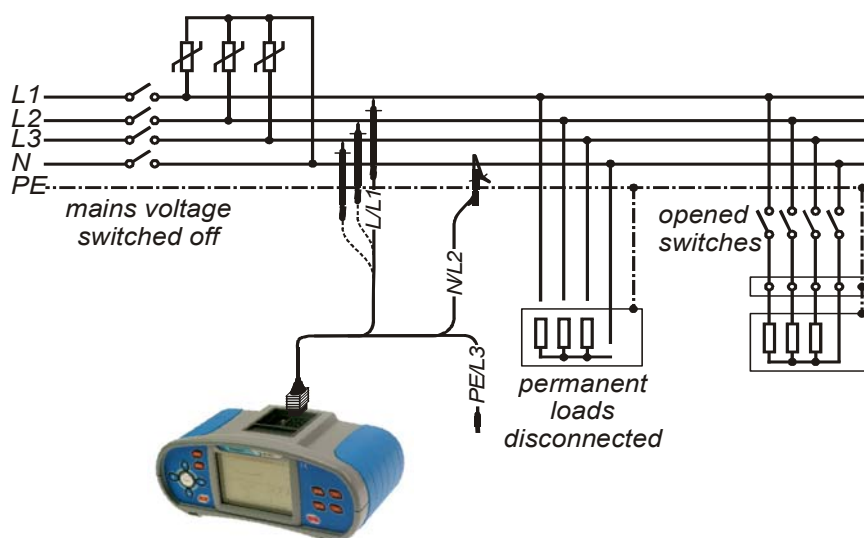

Рисунок 5.55 – Подключение универсального испытательного кабеля для выполнения испытания варистора
**Подключите** испытательный кабель к испытуемому устройству и прибору (см. рис. 5.55).